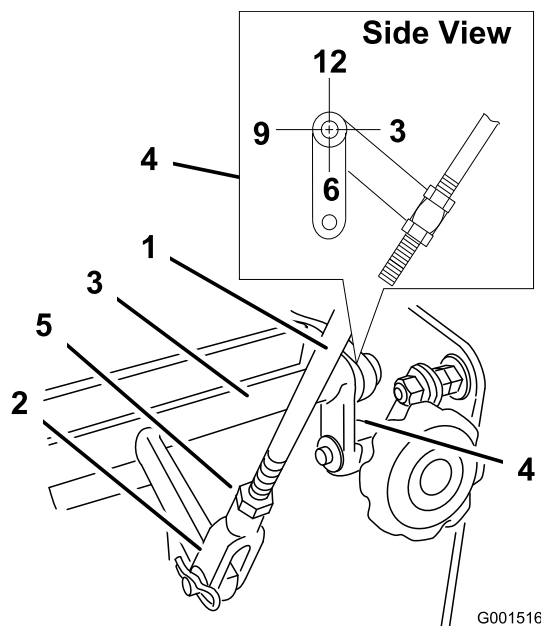

Figura 30
4. Compruebe la orientación de las barras laterales situadas en los extremos de la barra de control de velocidad. Estas barras deben estar orientadas hacia abajo en la posición de las 6 aproximadamente (Figura 30).
5. Ajuste la horquilla enroscada del extremo del acoplamiento de control de velocidad hasta que las barras estén en la posición de las 6 (Figura 30).